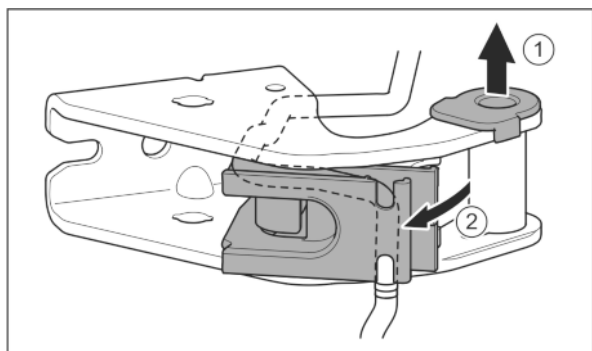

Fig. 27
- ▶ Lagerbussen uit de geleiding trekken. Fig. 27 (1)
- ▶ Kabelhouder naar buiten draaien. Fig. 27 (2)